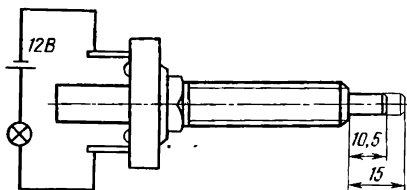

Рис. 199. Проверка выключателя стоп-сигнала
**Выключатель стоп-сигнала ВК412** установлен с боку от тормозной педали. Исправность выключателя проверяется с помощью контрольной лампы по схеме, представленной на рис. 199. При вытуплении штока выключателя на 15 мм контрольная лампа должна гореть, а при нажатии на шток до размера 10,5 мм — гаснуть.